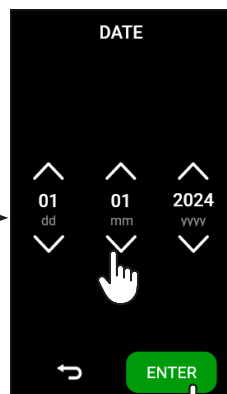
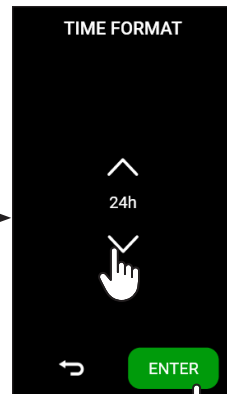

fig.4
fig.5
En el caso de una instalación empotrada en la que haya un estante encima del aparato, deje un espacio de ventilación de al menos 5 cm entre la parte inferior de la estantería y la parte superior del dispositivo (fig.4). Coloque el aparato sobre una superficie móvil, que disponga por tanto de un sistema de extracción por raíles deslizantes, para permitir el llenado del depósito de agua desmineralizada, situado en la parte superior, y el acceso al interruptor general situado en la parte posterior del aparato (fig.5).
Si va a instalarlo dentro de un armario, deje un espacio de ventilación de al menos 5 cm entre la parte inferior del estante y la parte superior del dispositivo (fig.5). Coloque el aparato sobre una superficie móvil, que disponga por tanto de un sistema de extracción por raíles deslizantes, para permitir el llenado del depósito de agua desmineralizada, situado en la parte superior, y el acceso al interruptor general situado en la parte posterior del aparato. Si se utiliza el sifón de descarga de un lavabo adyacente, coloque el dispositivo a una altura superior a la del propio sifón, para permitir la correcta evacuación de los líquidos por efecto de la gravedad.
- Configure la fecha actual y pulse ENTER (fig.4);
- Configure el formato de la hora y pulse ENTER (fig.5);